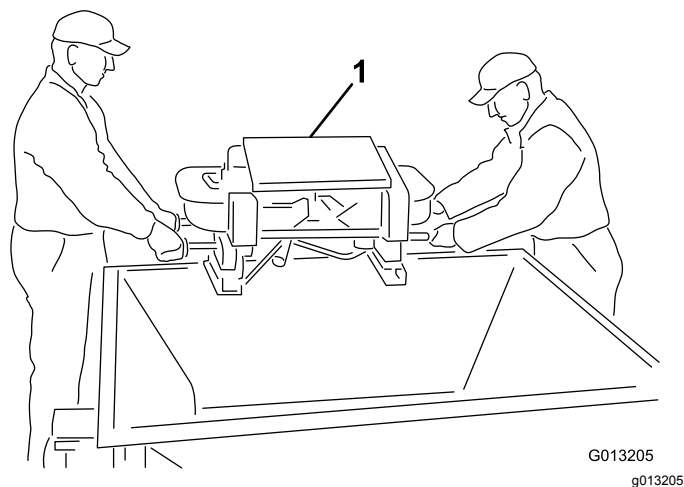

Figura 5
4. Levante el doble rotor de la tolva usando las asas exteriores del doble rotor y coloque el doble rotor sobre la tierra (Figura 5).